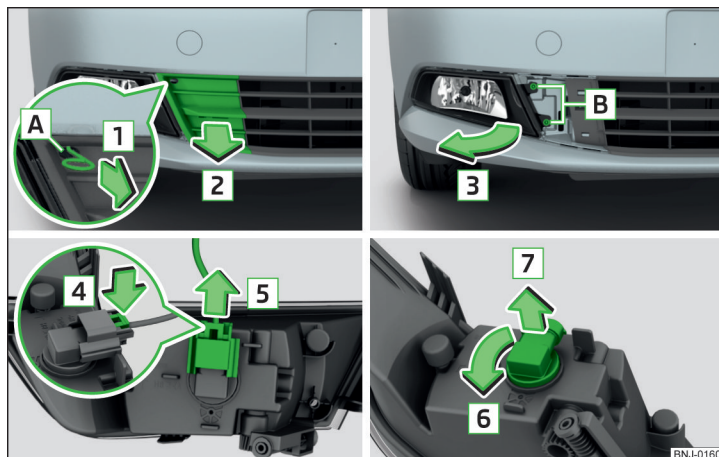

Bild 213 Demontering av dimstrålkastare/byte av glödlampa i dimstrålkastare
- Lossa skyddsgallret genom att dra kroken i pilens riktning **1** » bild 213.
- Tryck in spärren på kontakten i pilens riktning **4** » bild 213.
- För in dimstrålkastaren i motsatt riktning till pilen **3** » bild 213 och skruva fast den.